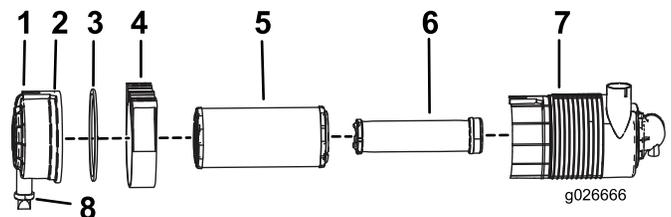

Figura 21
3. Abra los cierres del limpiador de aire y tire de la tapa del limpiador de aire para separarla de la carcasa del limpiador de aire (Figura 21).
- Extraiga con cuidado el filtro primario de la carcasa del limpiador de aire (Figura 21).